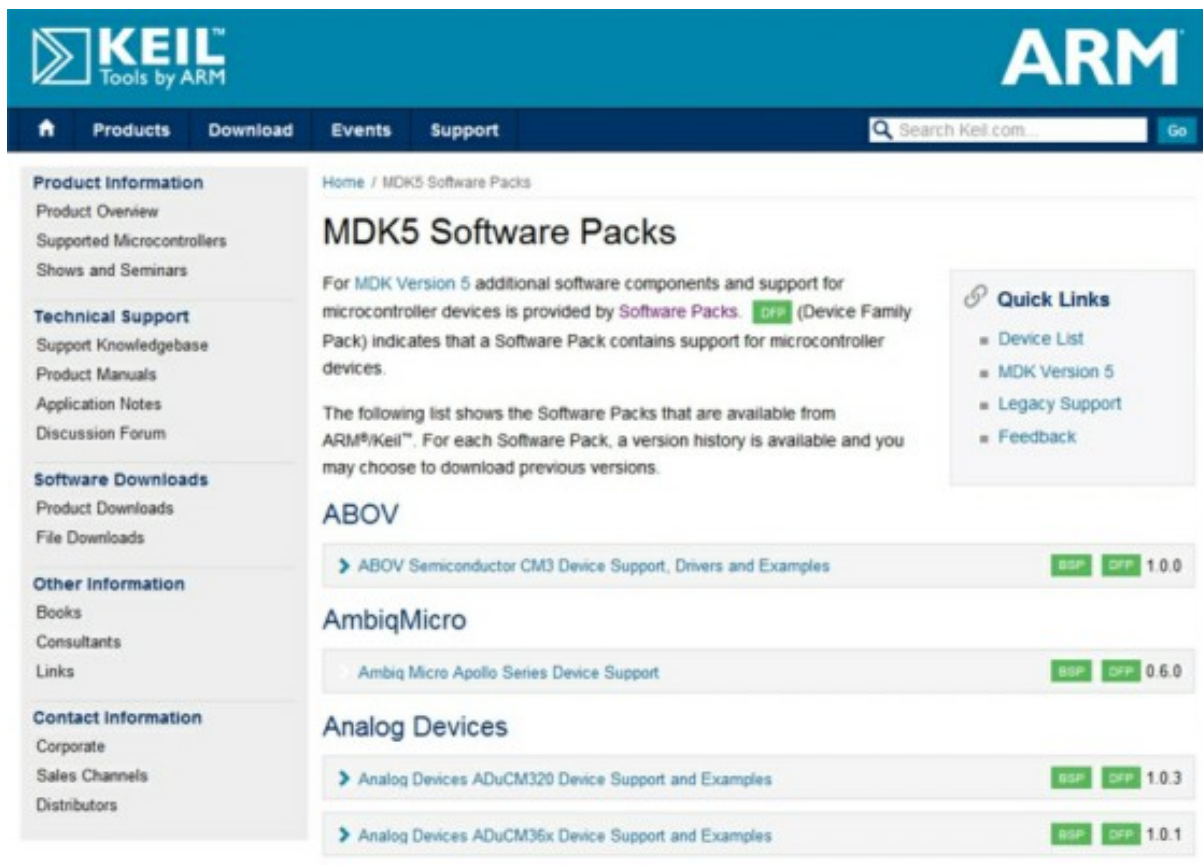

图 24: Pack 首页
(2) 往下滚动网页，找到 LPC800 系列，如 图 24 所示，点击后面的下载图标。首先会弹出 图 25 所示的页面，点击 **【Accept】** 即可进入下载。